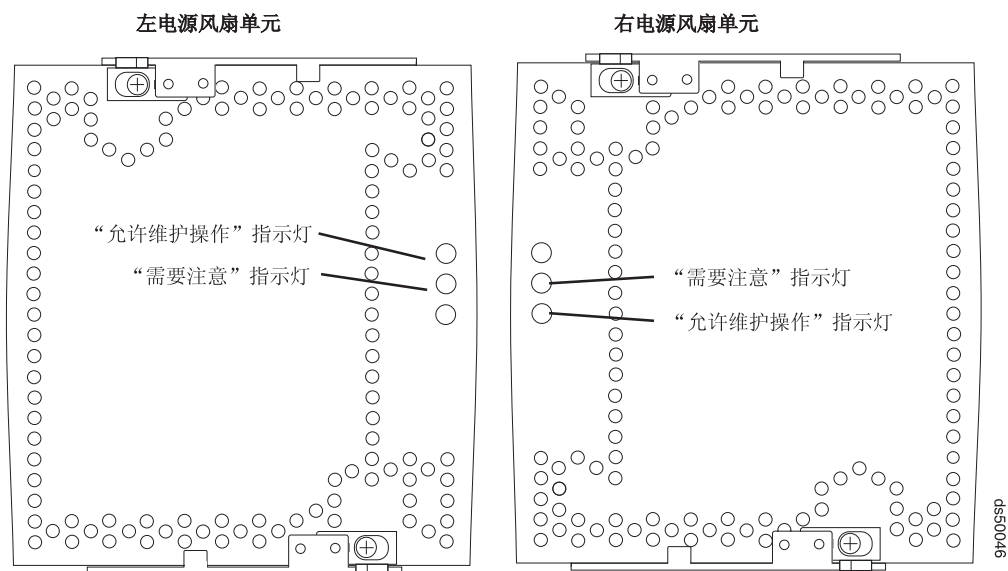

图 111. 电源和风扇单元 “需要注意” 指示灯
5. 检查每个电源和风扇单元上的“需要注意”指示灯。（第 171 页的图 111 显示左电源和风扇单元“允许维护操作”指示灯在顶部或为第一个指示灯，“需要注意”指示灯为第二个指示灯。在右电源和风扇单元上，“允许维护操作”指示灯在底部，它上面为“需要注意”指示灯。